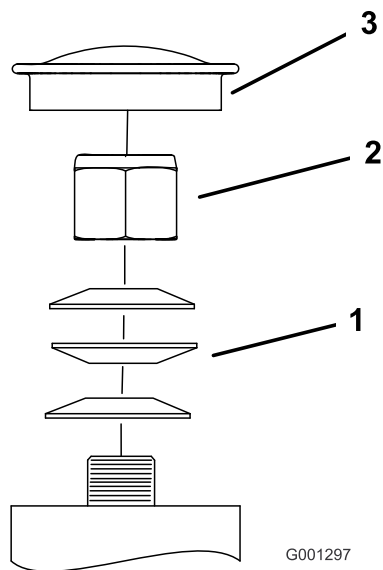

Рисунок 56
3. Снимите пылезащитную крышку с поворотного колеса и затяните контргайку (Рисунок 56).
4. Затягивайте контргайку до тех пор, пока пружинные шайбы не станут плоскими, и затем отверните на ¼ оборота, чтобы правильно установить предварительную нагрузку на подшипниках (Рисунок 56).
Внимание: Убедитесь, что пружинные шайбы установлены правильно, как показано на Рисунок 56.
- Установите пылезащитную крышку (Рисунок 56).